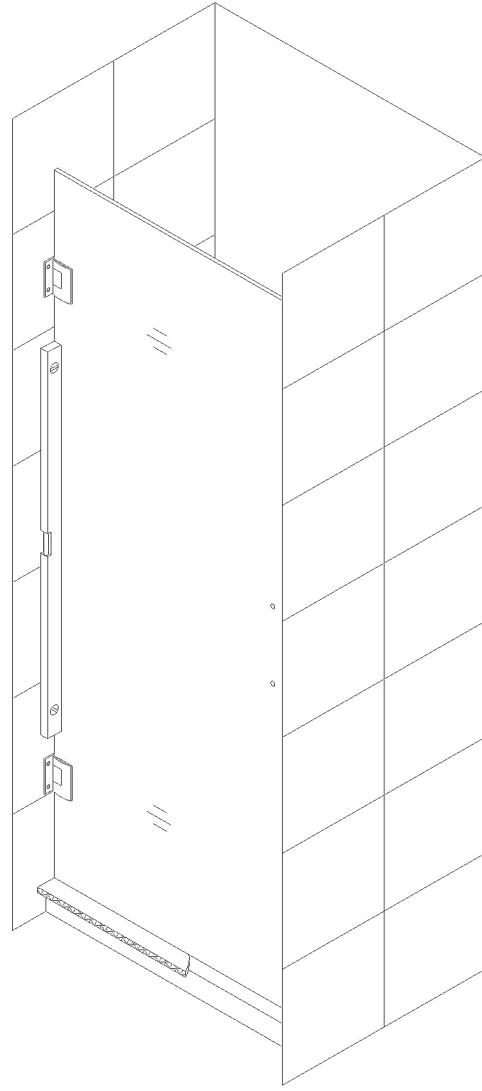

Рис. 2
- 2) Поместите плоский деревянный бруск (1,5 см толщиной) на основании душевого уголка или душевого поддона. Поместите стеклянную дверь на деревянный бруск, и проверьте уровнем. См. рис.2.
- 3) Удерживайте дверь на месте и отверстия для обеих петель (05) на стене. Просверлите отверстия сверлом, вставьте дюбели (03) в стену, прикрепите петли к стене двумя винтами CT5 × 70 (04). См. Рис.